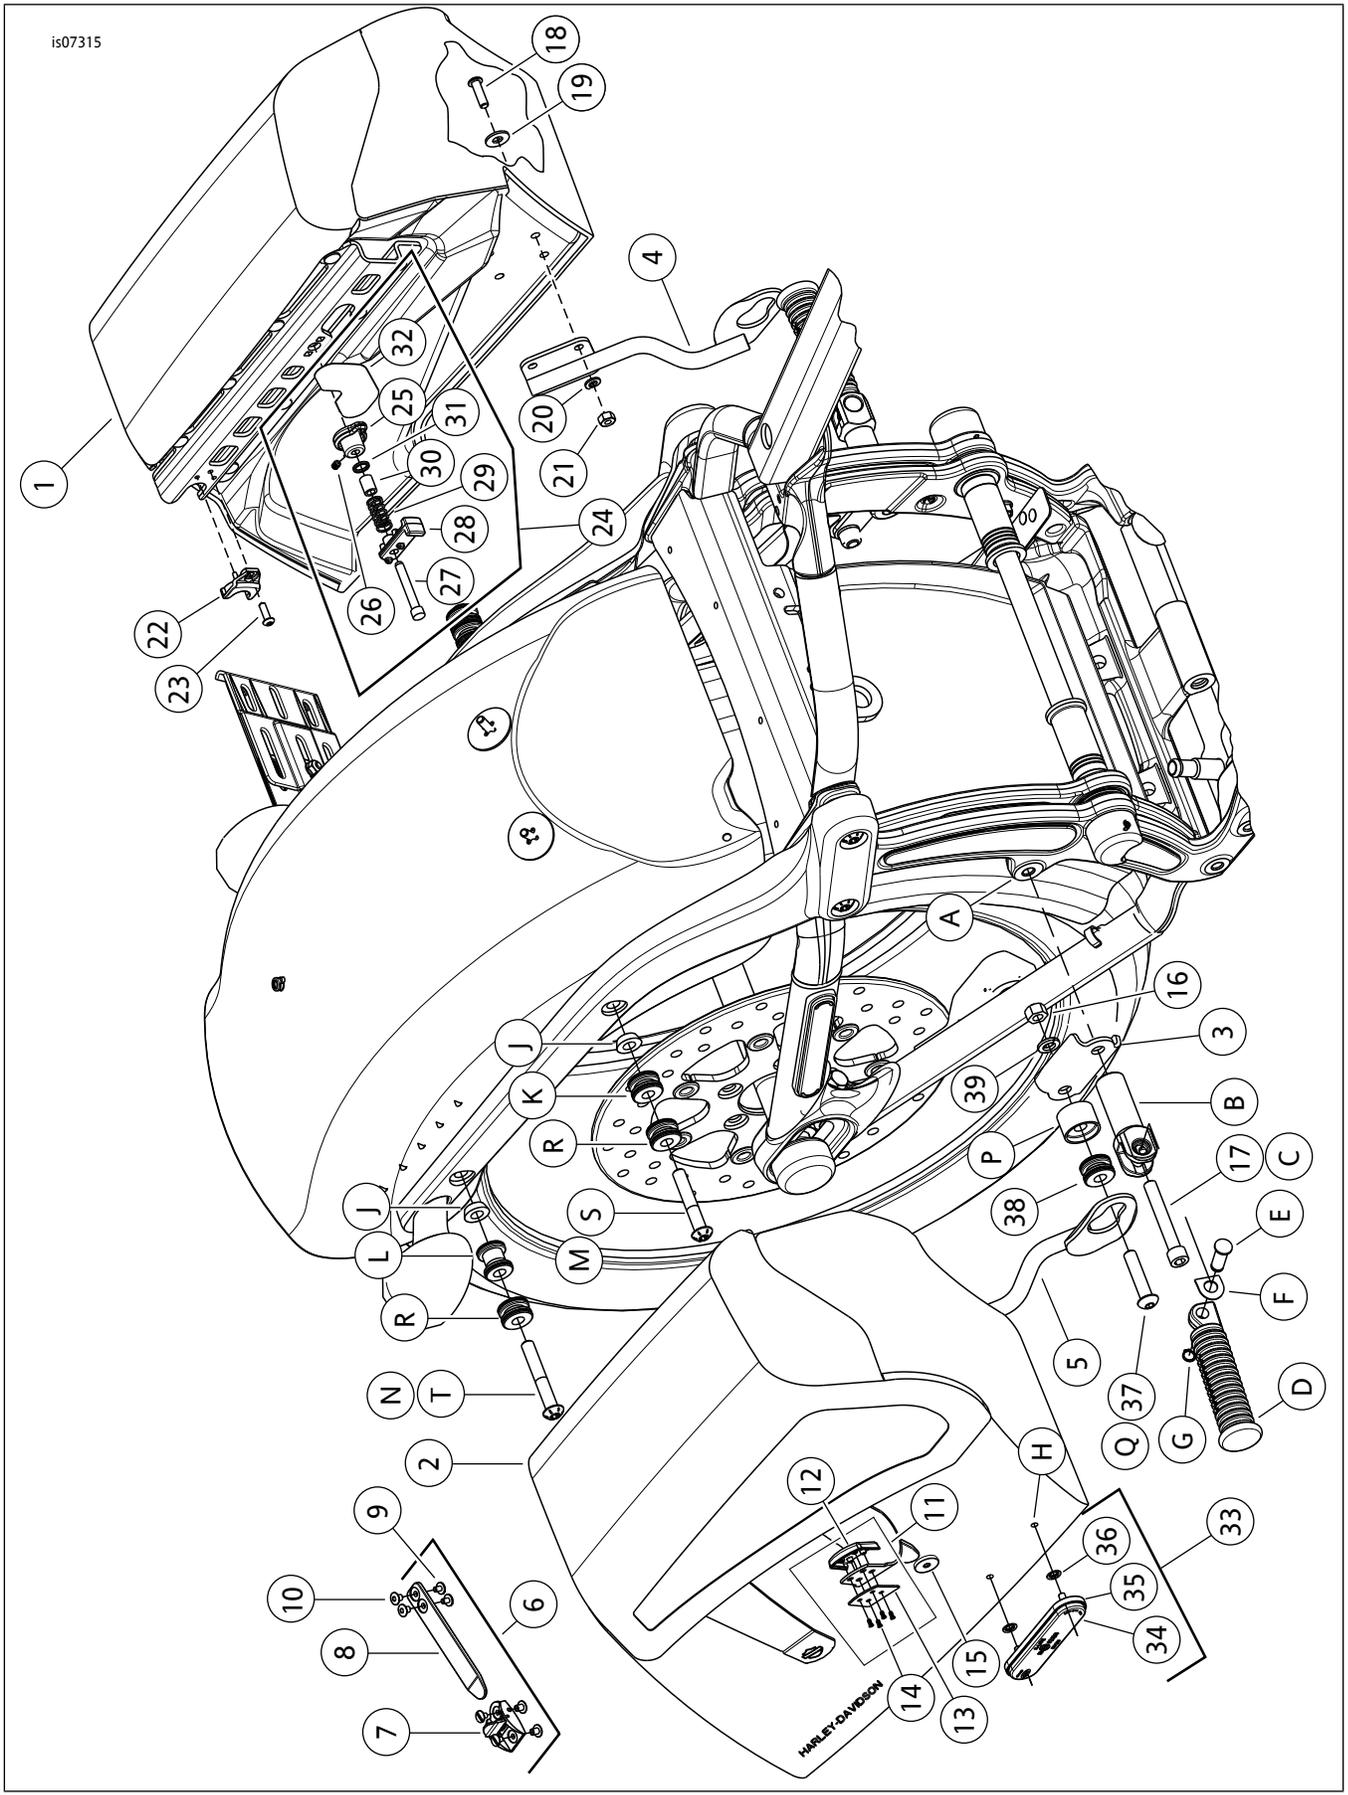

图2。维修零件：FXSB/SE可拆卸式边箱
2. 参见图2。将支撑臂(4)与左侧边箱(1)的四个安装孔对齐。
1. 参见图2。将反光片底架(35)放在边箱的前下侧或放在后侧的哈雷戴维森®标志正上方。
1. 参见图2。将后对接隔板(22)插入边箱支架后面。
2. 参见图2。拉动旋钮(25)(位于边箱内的中心)并朝边箱前面转动旋钮。
- 拧紧第三点螺丝(图2:项目18)至 6.8-10.2 N·m (60-90 in-lbs)。
- 拧紧脚踏安装螺丝(图2:项目17)至 33.9-40.7 N·m (25-30 ft-lbs)。